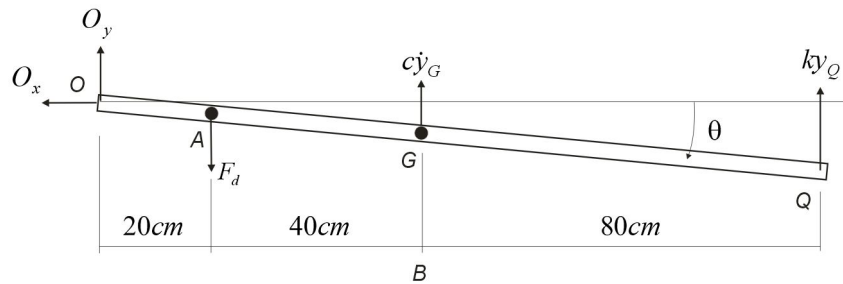

Figura Q2
**Questão 2 (3,0):** A Figura Q2(a) mostra o DCL do sistema, desconsiderando as forças peso uma vez que o sistema encontra-se na posição de equilíbrio estático.